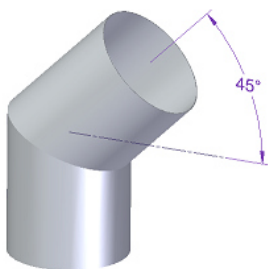
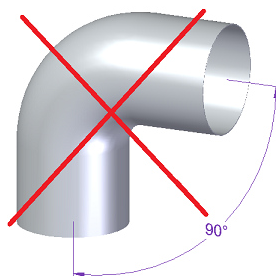

Figura 1 - Inclinação correta para as curvas
Figura 2 - Inclinação incorreta para as curvas
* Nas condições nominais de operação, a tiragem dos gases de combustão deve originar uma depressão de 12 Pa um metro acima do gargalo da chaminé. Para conseguir uma boa instalação deverão ser aplicados, verticalmente, pelo menos 2 metros de tubo metálico de chaminé com o mesmo diâmetro da saída de fumos do recuperador. No seguimento desse troço é admissível a utilização de elementos de tubagem com a inclinação máxima de 45°. As Figura 1 e Figura 2 mostram a inclinação correta e incorreta no caso de necessitar instalar uma curva, respetivamente.